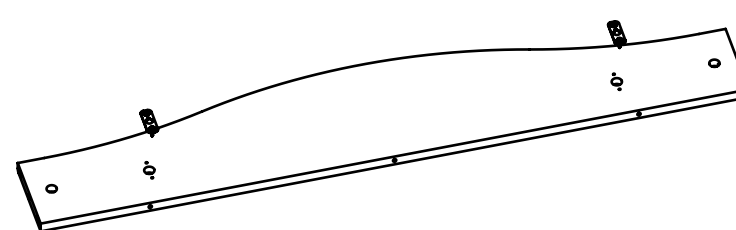

Рис.1
2. Подготовьте детали к сборке. С помощью шурупа 3,5x16 прикрутите петли навесные на деталь 4 (Рис. 1).